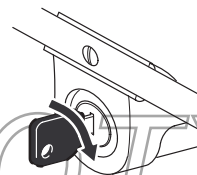

Bild 13
- **Elektrostart** (nur Modelle mit Elektrostart) – Stecken Sie den Zündschlüssel ein, drehen ihn nach rechts und lassen ihn wieder los, sobald der Motor angesprungen ist (Bild 13).